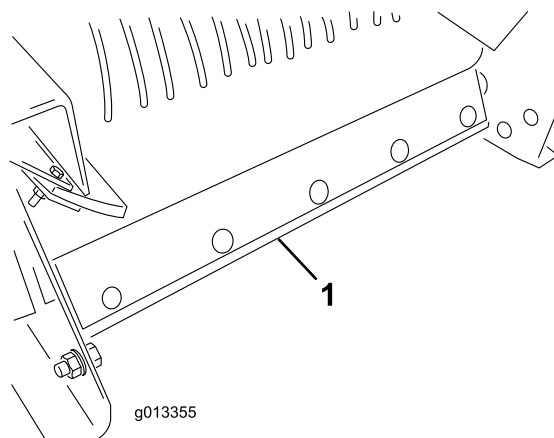

Figura 56
5. Staccate il gruppo raschiatore di pulizia del nastro dalla parte posteriore della macchina (Figura 56).